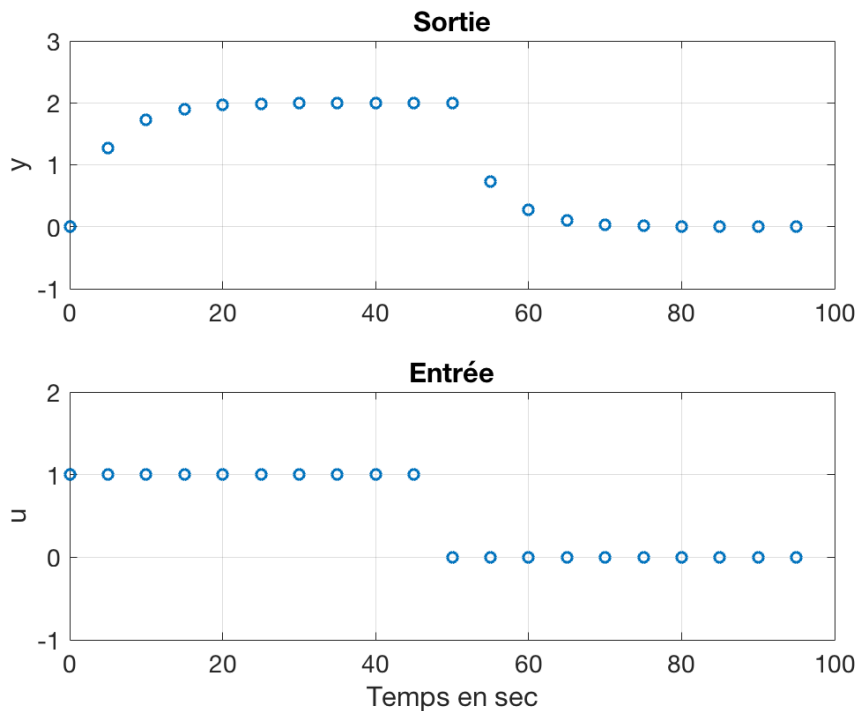

FIGURE 1.1: Échantillons des signaux d'entrée/sortie d'un système.
Sur la figure 1.1 sont représentés les échantillons déterministes des signaux d'entrée $u(t_k)$ et $y(t_k)$ d'un système linéaire à temps continu aux différents instants d'échantillonnage t_k représentés par des petits cercles.
1. D'après l'allure de la réponse de la figure 1.1, proposer en justifiant une forme de modèle à temps continu.
1. D'après l'allure du signal d'entrée représenté sur la figure 1.1, formuler une hypothèse sur la variation du signal d'entrée entre 2 instants d'échantillonnage.
2. La fonction de transfert en z équivalente à un modèle du 1er ordre à temps continu décrit par (1) lorsque l'entrée est constante entre deux instants d'échantillonnage s'écrit :